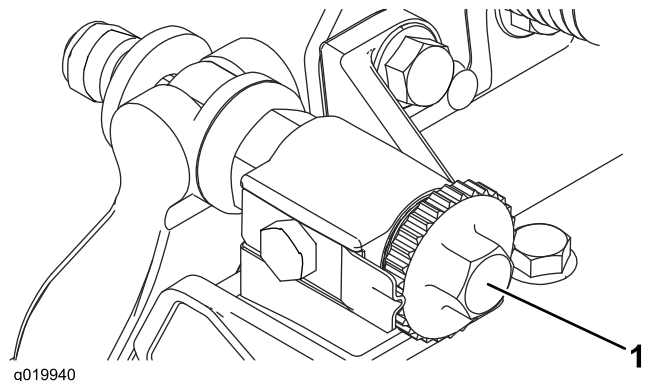

図 8
1. カッティングユニットを平らな水平の作業台の上に置く。ベッドバー調整ねじを左に回してベッドナイフとリールの接触をなくす図8。